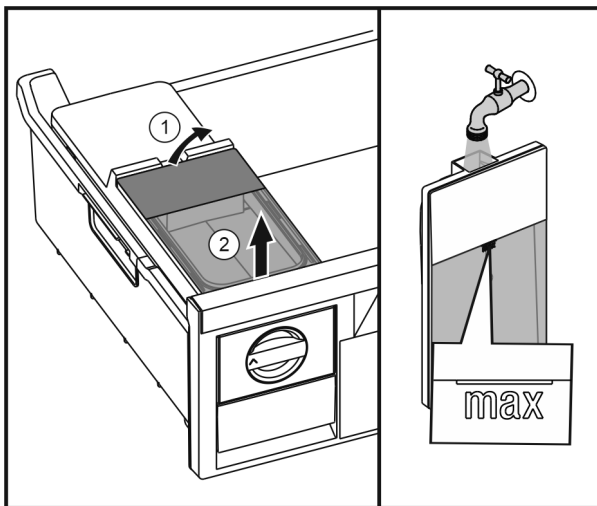

Fig. 31
- ▶ Levantar el depósito de agua por detrás Fig. 31 (1) y extraerlo hacia arriba Fig. 31 (2).